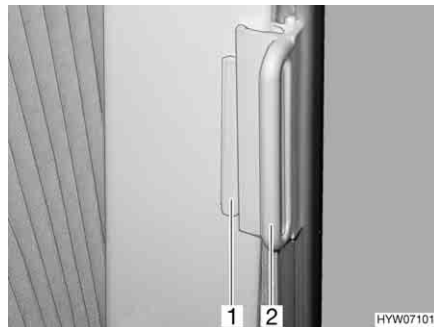

Fig. 87 Dispositif occultant plissé, fenêtres de la cabine de conduite
- Saisir les dispositifs occultants plissés par la poignée (Fig. 87,2) et tirer avec précaution jusqu'à ce que le blocage magnétique les maintienne fermés.
- Pousser la poignée (Fig. 87,2) sur la pièce de fixation (Fig. 87,1). Le dispositif occultant plissé est bloqué.